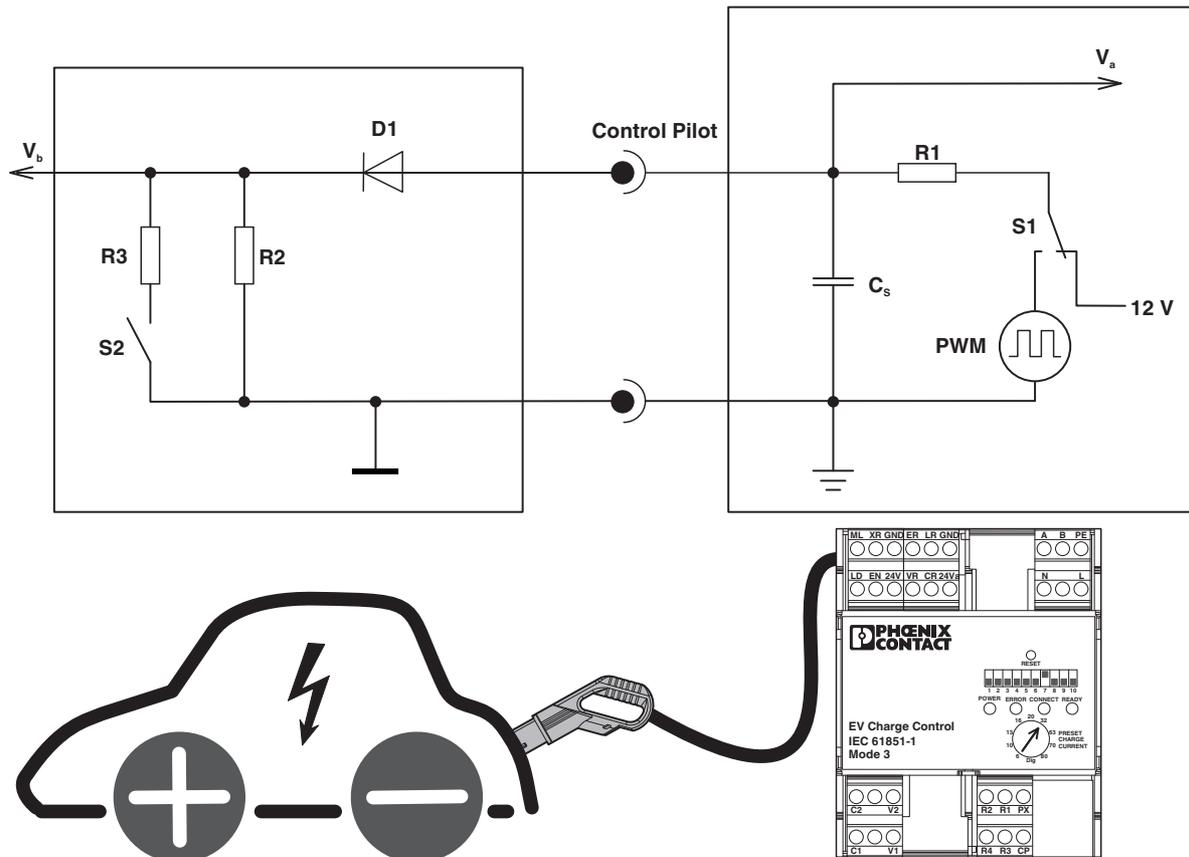

Bild 4-2 Beschaltung Control Pilot
- 1 Schalter S2 (siehe Bild 4-2 auf Seite 22)
Im Simplified Mode wird der Zwischenstatus B übersprungen. Die zulässige Ladestromhöhe wird auf 10 A begrenzt. Der Widerstandswert R_e entspricht der Parallelschaltung der Widerstände R_2 und R_3 aus dem Bild 4-2. Auch im Simplified Mode kann der Status C oder D erreicht werden.